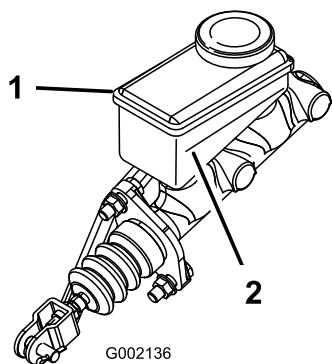

Figura 52
3. Uitați-vă la conturul nivelului de lichid de pe partea laterală a rezervorului (Figura 52).
- B. Adăugai lichid de frână DOT 3 în rezervor până când nivelul lichidului se află deasupra liniei de nivel Minim (Figura 52).